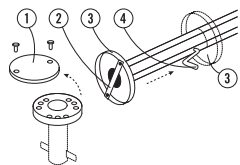

Fig. 2
- Démontez la goupille verrouillable (1) du mât/tube d'appui (Fig. 2).
- Pour assembler le mât et la charnière de fixation, procéder de la même manière que celle décrite plus haut à la Fig. 2.